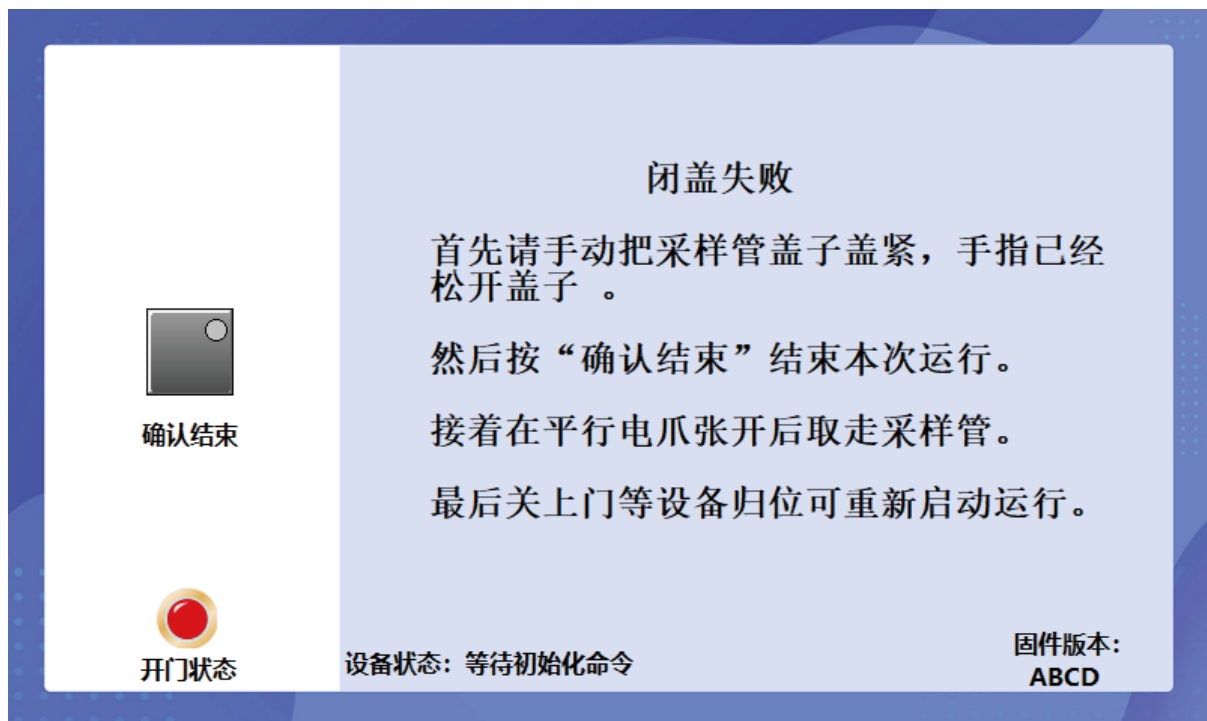

图3-3-4 出现错误界面
③ 若闭盖失败，此时出现图3-3-4界面，按照界面提示进行操作。